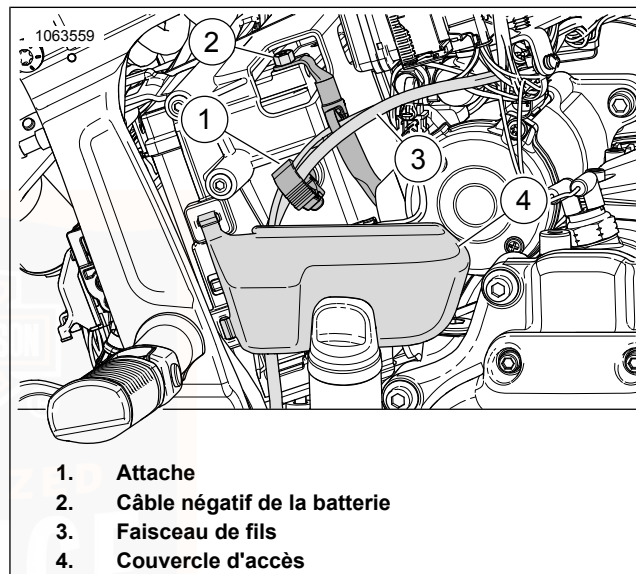
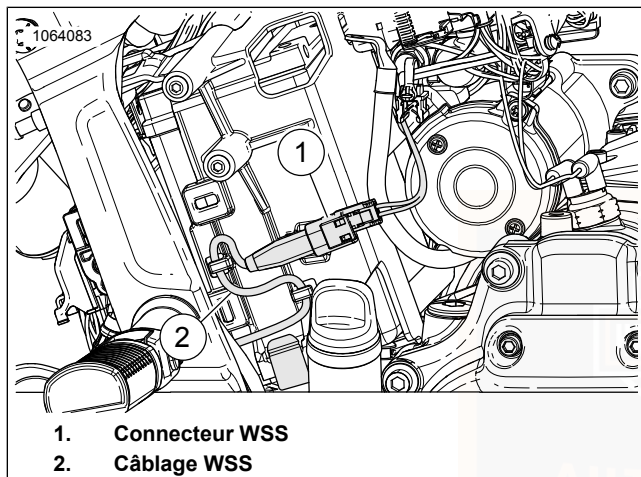
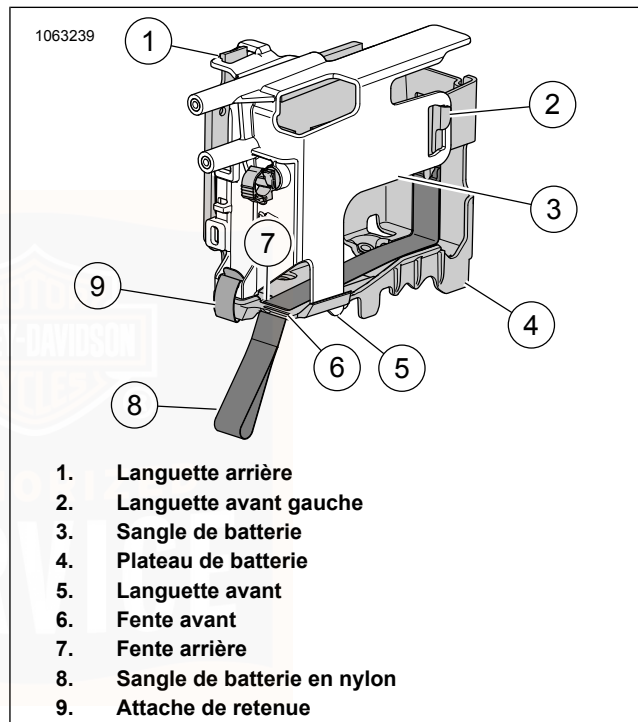

Figure 74. Câble négatif de la batterie et couvercle d'accès
Figure 75. WSS et câblage
Figure 76. Sangle et plateau de batterie : (retirés pour la clarté de l'illustration)
3. Voir Figure 74. Débrancher le câble négatif de la batterie (2).
4. Déposer le couvercle d'accès (4).
5. Ouvrir l'attache (1) et mettre de côté le faisceau de fils (3).
6. Voir Figure 75. Déconnecter le connecteur Capteur de vitesse de roue (WSS) (1).
7. Déposer le câblage WSS (2) des languettes d';;acheminement, puis retirer le câblage de la sangle de batterie.
8. Voir Figure 76. Déposer la sangle de batterie.
- a. Déverrouiller l'attache de retenue (9).
- b. Déconnecter la languette arrière (1) entre la sangle de batterie (3) et le plateau de batterie (4).
- c. Déconnecter la languette avant gauche (2) entre la sangle de batterie et le plateau de batterie.
1. Voir Figure 76. Poser la batterie.
- a. Positionner la sangle de batterie en nylon (8) au bas du plateau de batterie (4).
- b. Faire passer la sangle de batterie en nylon dans la fente arrière (7) du plateau de batterie.
4. Poser la sangle de batterie (3).
- b. Connecter la languette avant gauche (2) sur la sangle de batterie au plateau de batterie.
- c. Connecter la languette arrière (1) sur la sangle de batterie au plateau de batterie.
- d. Verrouiller l'attache de retenue (9).
5. Voir Figure 75. Poser le câblage WSS (2) sur la sangle de batterie.
6. Brancher le connecteur WSS (1).
7. Voir Figure 74. Positionner les faisceaux de fils (3) et l'attache de verrouillage (1).
8. Connecter le câble négatif de la batterie (2) à la borne négative de la batterie. Serrer. 8,1–10,8 N·m (72–96 in-lbs)
9. Poser le couvercle d'accès (4).